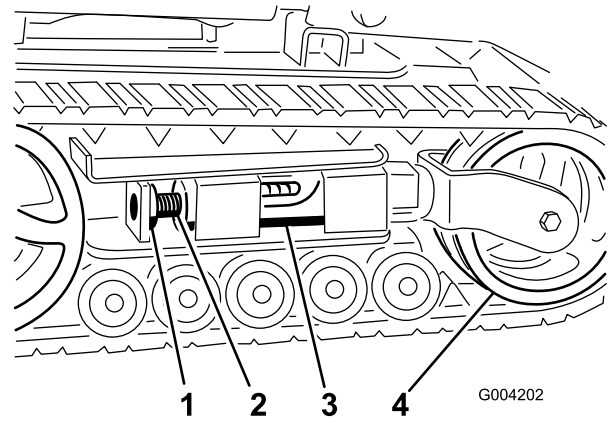
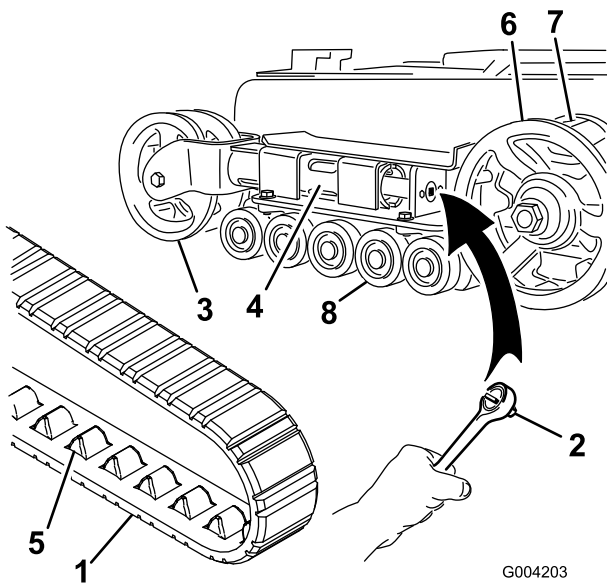
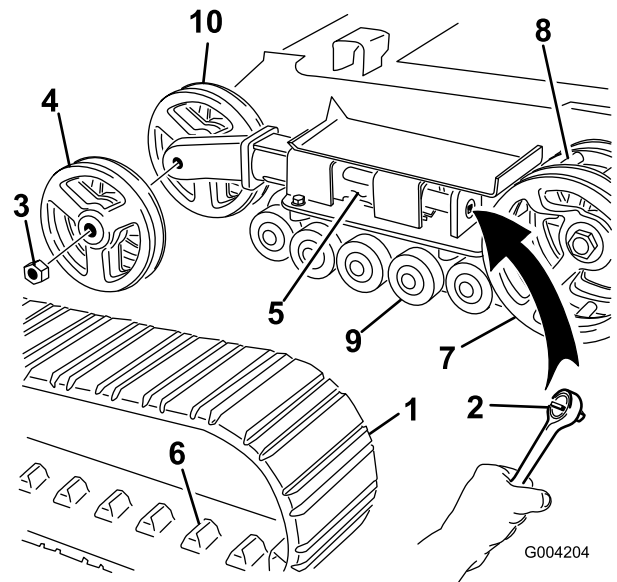

Bild 45
Bild 46
Bild 47
4. Entfernen Sie die Befestigungsschraube und Mutter (Bild 45).
6. Richten Sie die am nächsten liegende Kerbe in der Spanschraube mit dem Loch der Befestigungsschraube aus und befestigen Sie die Schraube mit der Befestigungsschraube und Mutter (Bild 45).
Hinweis: Sie haben Schmalspurketten, wenn die vorderen Spannungsräder an der Innenseite einer Gabel am Ende des Spannsrohrs montiert sind (Bild 46).
5. Lösen Sie die Antriebsspannung mit einer Ratsche ($\frac{1}{2}$ "), indem Sie die Spanschraube nach rechts drehen (Bild 45 und Bild 46).
6. Drücken Sie das Spannrad zur Rückseite der Maschine, um den Druckschlauch gegen den Rahmen zu bewegen (Bild 46).
8. Wenn Sie die Kette vom Spannrad entfernt haben, entfernen Sie sie auch vom Antriebsrad und den Straßenrädern (Bild 46).
9. Legen Sie die neue Kette, beginnend beim Antriebsrad, um das Rad und stellen Sie sicher, dass die Stollen an der Kette zwischen die Zahnräder am Kettenrad passen (Bild 46).
10. Drücken Sie die Kette unter und zwischen die Straßenräder (Bild 46).
Hinweis: Sie haben Breitspurketten, wenn die vorderen Spannräder an der Seite am Ende des Spannungsrohrs montiert sind (Bild 47).
5. Lösen Sie die Antriebsspannung mit einer Ratsche (1/2"), indem Sie die Spannschraube nach rechts drehen (Bild 45 und Bild 47).
6. Drücken Sie das Spannrad zur Rückseite der Maschine, um den Druckschlauch gegen den Rahmen zu bewegen (Bild 47).
7. Nehmen Sie die Mutter ab, mit der das äußere Spannrad befestigt ist. Nehmen Sie das Rad ab (Bild 47).
8. Nehmen Sie die Kette ab (Bild 47).
9. Nehmen Sie die Mutter ab, mit der das innere Spannrad befestigt ist. Nehmen Sie das Rad ab (Bild 47).
13. Setzen Sie das innere Spannrad ein und befestigen Sie es mit der vorher abgenommenen Mutter (Bild 47).
15. Montieren Sie die neue Kette. Achten Sie darauf, dass die Stollen in der Kette zwischen die Zahnräder in der Mitte des Antriebsrads passen (Bild 47).
16. Setzen Sie das äußere Spannrad ein und befestigen Sie es mit der vorher abgenommenen Mutter (Bild 47).
6. Setzen Sie die eingefettete Straßenradkappe auf den Schraubenkopf (Bild 46).
7. Befestigen Sie die Straßenradkappe mit dem Sprengring (Bild 46).